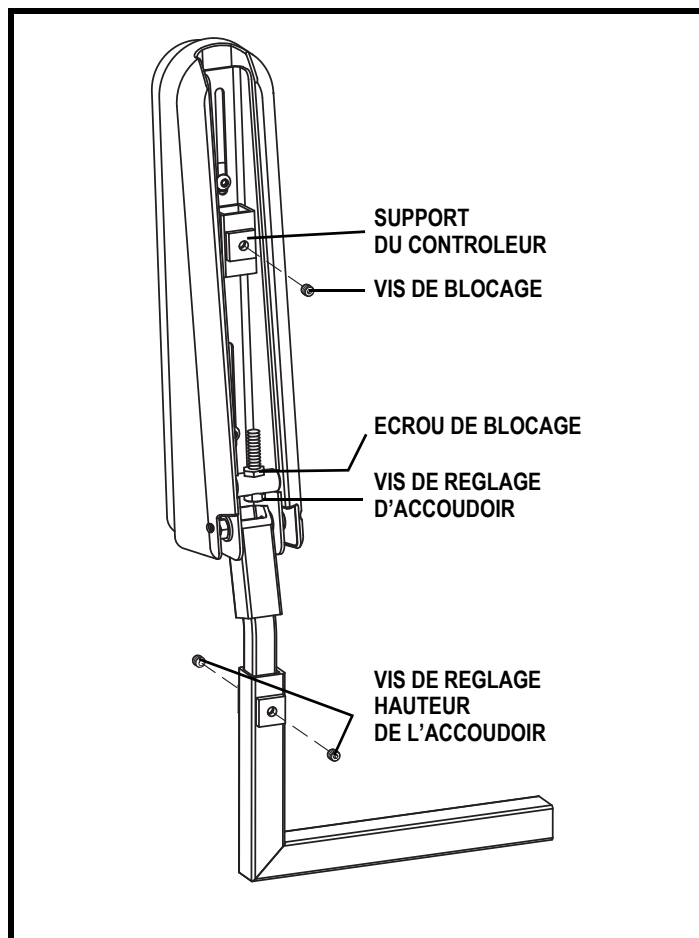

Figure 13. Réglages de l'inclinaison et de la hauteur de l'accoudoir.
1. Relevez l'accoudoir perpendiculaire au plancher. **Voir la figure 13.**
1. Desserrez la vis de réglage sur le support d'accoudoir. **See figure 13.**
2. Desserrez la vis de réglage sous l'accoudoir. **Voir la figure 13.**
3. Relevez l'accoudoir pour desserrer la vis de réglage. **Voir la figure 13.**